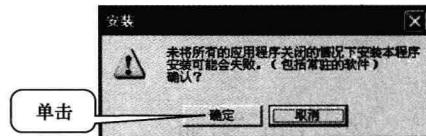

图 1-2 安装提示框
(3) 在安装的时候，最好把其他应用程序关掉，包括杀毒软件、防火墙、浏览器、办公软件等。因为这些软件可能会调用系统的其他文件，影响安装的正常进行。安装提示框如图 1-2 所示。